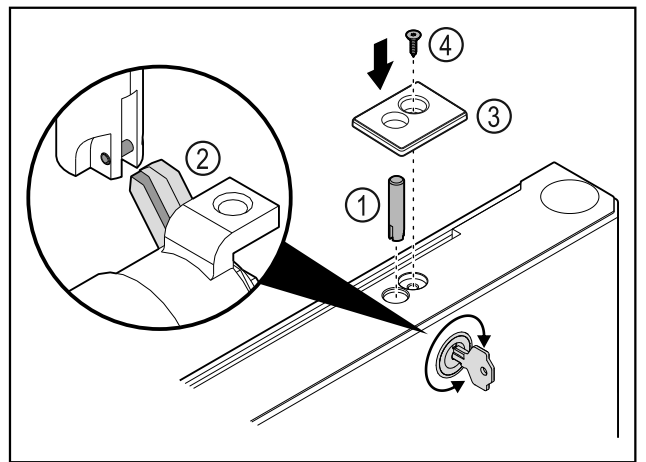

Fig. 42
- Insérer l'axe de la serrure Fig. 42 (1).
- Tourner légèrement la serrure afin que l'axe Fig. 42 (2) s'enclenche dans la fente de la serrure.
- Mettre en place le cache Fig. 42 (3).
- Insérer la vis Fig. 42 (4).